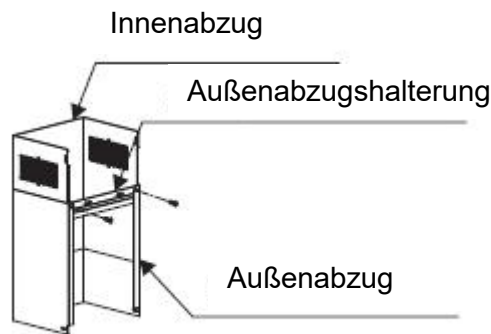

Abb. 5
5. Befestigen Sie die Abzugshaubenhalterung mit 2 ST4*8-mm-Schrauben am Außenabzug. Achten Sie dabei darauf, dass sich der Innenabzug frei bewegen kann. Siehe Abb. 5.